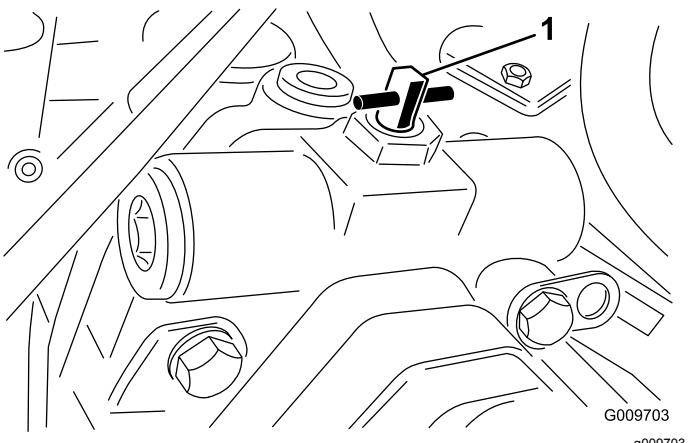

Figura 63
3. Gire la válvula de desvío 90° ($\frac{1}{4}$ de vuelta) en cualquier sentido para abrirla y dejar pasar el fluido internamente (Figura 63).
2. Gire la válvula de desvío 90° ($\frac{1}{4}$ de vuelta) en cualquier sentido para abrirla y dejar pasar el fluido internamente (Figura 63).